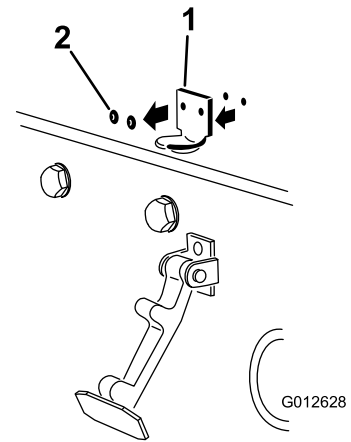

Figura 34
**Nota:** El cierre de seguridad debe estar en contacto directo con el capó (Figura 34).
2. Retire los 2 remaches que sujetan el cerradero del capó al capó (Figura 34).